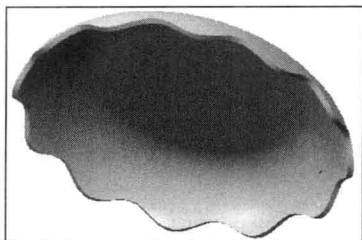

图 1-15 打开素材模型
步骤 ① 单击快速访问工具栏中的 【打开】按钮，打开本书配套光盘中的【素材第1章\盘子.prt】模型文件，如图 1-15 所示。